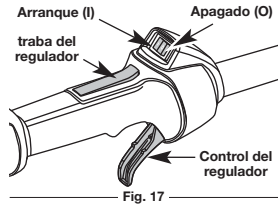

Fig. 17
NOTA: No hay necesidad de encender la unidad. El Control de Parada Arranque/Apagado está en la posición Arranque (I), en todo momento (Fig. 17).
2. Oprima y mantenga oprimido el control de encendido y apagado en la posición de APAGADO (O) hasta que el motor se detenga por completo (Fig. 17).